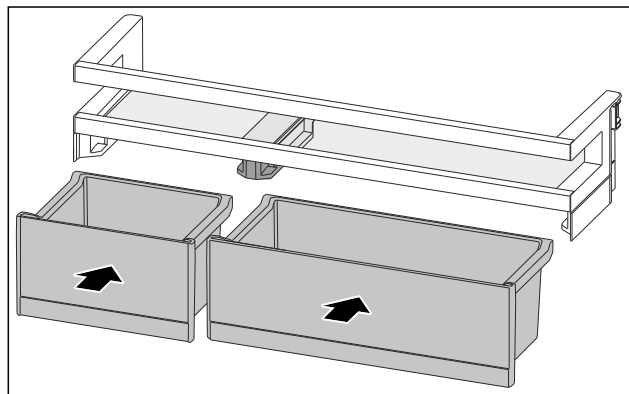

Fig. 169
- ▶ Helyezze be a VarioBoxokat a megcserélt sorrendben. (lásd Fig. 169)